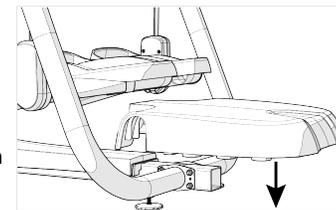

Abbildung 21
- Richten Sie das hintere Podest über dem hinteren Rahmenrohr und den Seitenarm-Abdeckungen aus und drücken Sie das Podest dann fest (Abbildung 21).